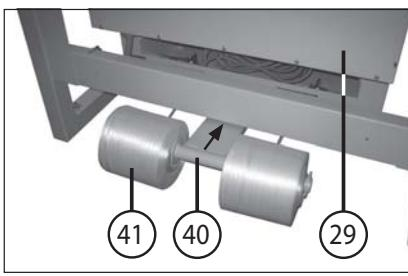

fig. 4
- 29 = Coffret de commande (fig. 4)
- 40 = Porte-bobine de bande (fig. 4 et 17)
- 41 = Bobine de bande (fig. 4 et 17)